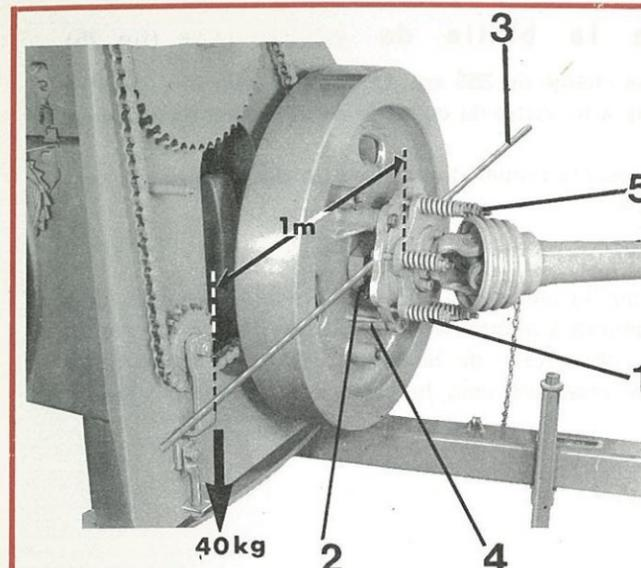

FIG. 23
- Limiteur de couple à friction sur le volant régulateur 1 fig. 23.
- Boulon de cisaillement sur le volant (2 fig. 23) - dimensions HM 10 × 1,25 - 55 Classe 80.
limiteur de couple de la transmission (fig. 23)